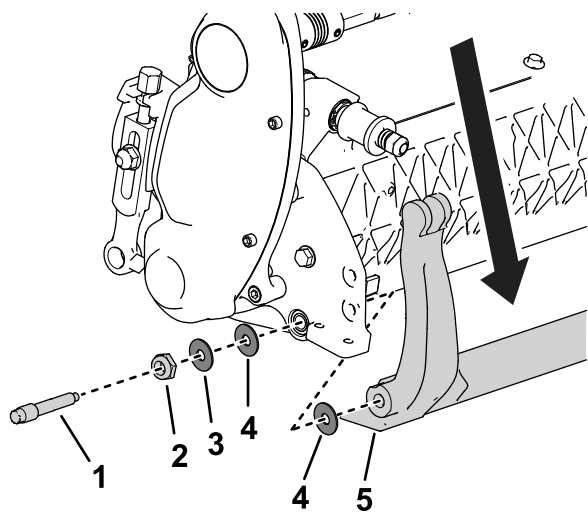

Figure 21
- De chaque côté de la machine, desserrez le contre-écrou comme illustré à la Figure 21.
- Retirez les boulons de la barre d'appui de façon à pouvoir abaisser la barre et la déposer de l'unité de coupe (Figure 21).
Pensez aux 2 rondelles en plastique et à la rondelle en acier à chaque extrémité de la barre d'appui (Figure 21).
- Placez une rondelle en nylon de chaque côté du bossage de la plaque latérale. Placez une rondelle en acier à l'extérieur de chacune des rondelles en nylon (Figure 21).